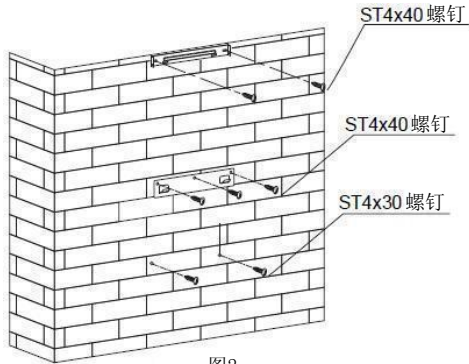

图2
3. 确定安装高度后，在合适位置钻7个直径 $\phi 8$ 的孔，然后将附带的塑料膨胀管插入孔中。用3颗ST4x40螺钉将机体挂钩固定在墙上并保持对齐。用2颗ST4x40螺钉将下装饰罩挂钩安装在墙上。下装饰罩挂钩的固定位置为上装饰罩的最高处，详见图2。